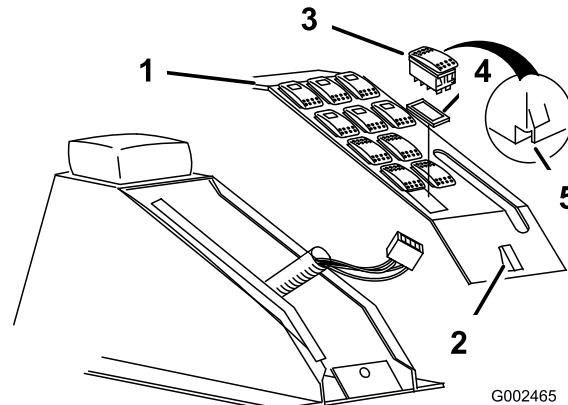

Figure 17
1. Déposez le panneau de commande du pulvérisateur pour exposer le côté inférieur (Figure 17).
2. Retirez l'obturateur qui masque l'emplacement de l'interrupteur des rampes soniques sur le panneau de commande et mettez l'interrupteur en place (Figure 17).
Remarque: L'orientation de l'interrupteur doit être identique à celle montrée à la Figure 17, l'encoche dirigée vers l'avant du véhicule.